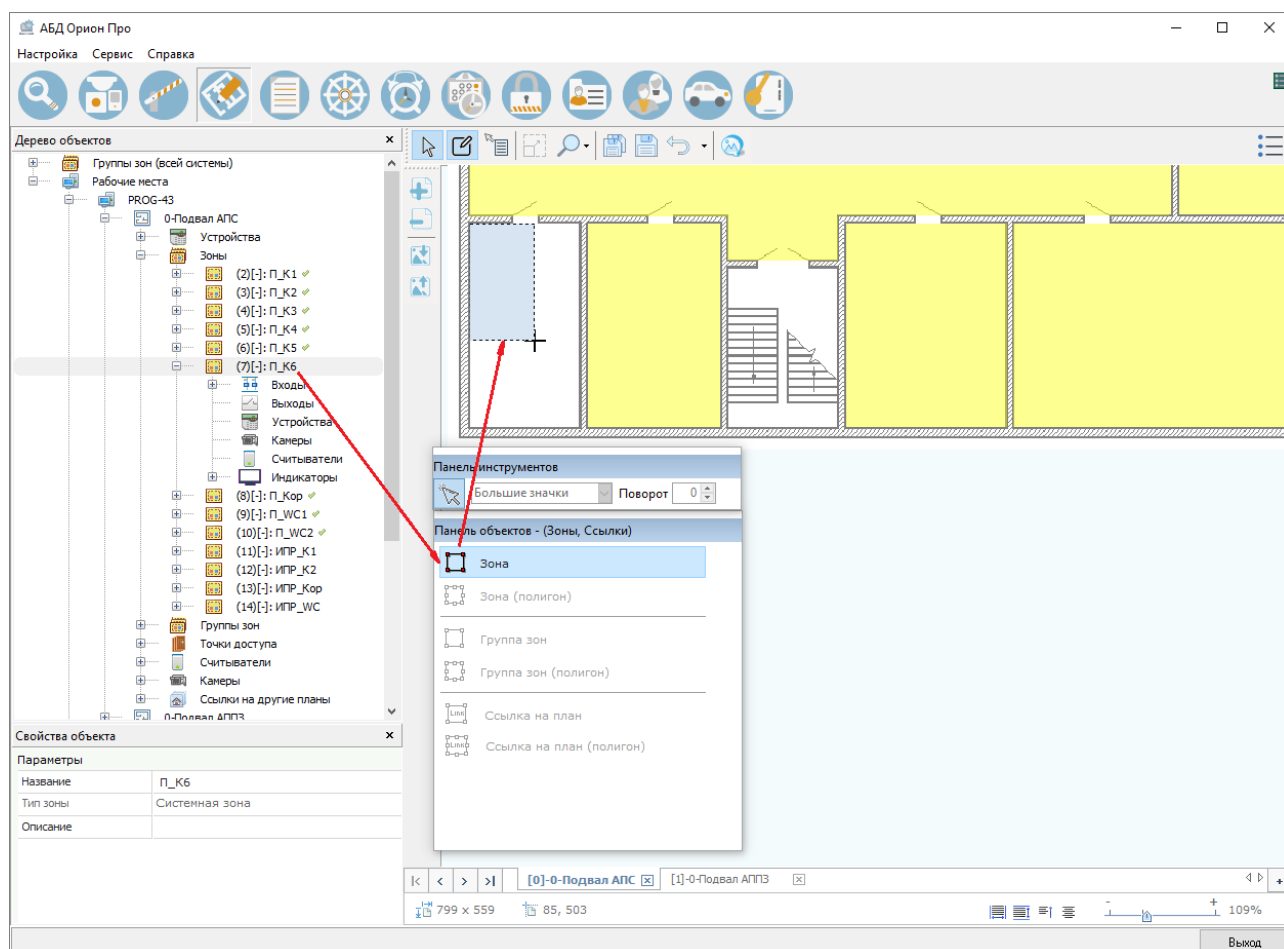
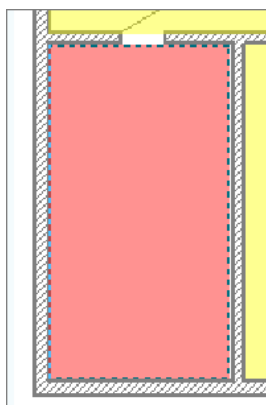

Рисунок 6-580 Визуализация объекта "Зона" при помощи прямоугольника
Рисунок 6-581 Область, заданная прямоугольником
- а) если в панели визуализации объектов «Зоны, Ссылки» выбран вариант вида , то нажмите левой клавишей мыши в том месте области рисования, где будет находиться одна из вершин размещаемого на плане прямоугольника, и, удерживая левую клавишу мыши нажатой, переведите курсор в то место, где будет располагаться противоположная вершина прямоугольника (см. Рисунок 6-580), после чего отпустите левую клавишу мыши. В результате в области рисования появится область, заданная прямоугольником (см. Рисунок 6-581).